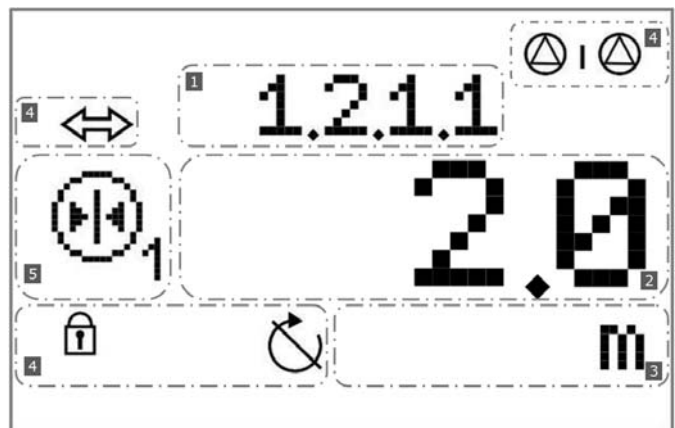

Afb. 11: Indrukken van de bedieningsknop
$n=f(AI)$ (regelbedrijf – zie afb. 11)
- Het **LCD-display** geeft de bedrijfstoestanden van de pompen, de regelaar en de frequentieomvormer aan. Via de bedieningsknop vindt de mukeuze en parameterinvoer plaats. Om waarden te wijzigen of te scrollen door een menuniveau moet de knop worden gedraaid, om te selecteren en te bevestigen moet hij worden ingedrukt (afb. 11).